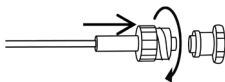

图 2
2. 如图 2 所示，将气体采样管线（公鲁尔接头）连接到呼吸气体监测器。顺时针旋转鲁尔接头以确保连接处没有气体泄漏。